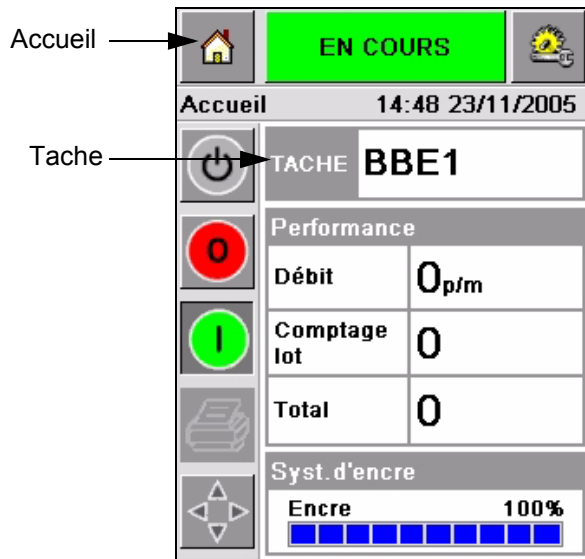

Figure 5-1 : Icône travail
- 1 Touchez l'icône *Travail* (Figure 5-1 à la page 5-2).